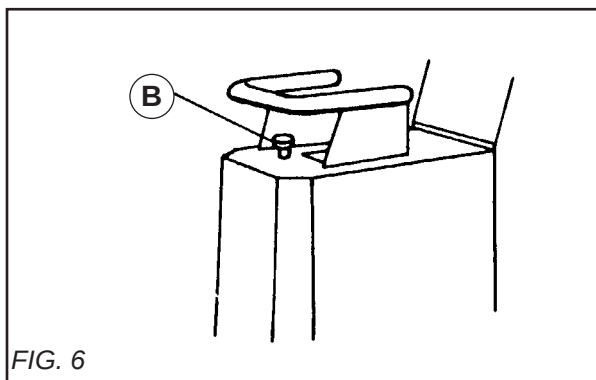

FIG. 6
- Par l'orifice, verser l'eau dans le réservoir (contenance 22 litres). Le débit d'eau est réglé par le bouton moleté **(B)** [VOIR FIG. 6].